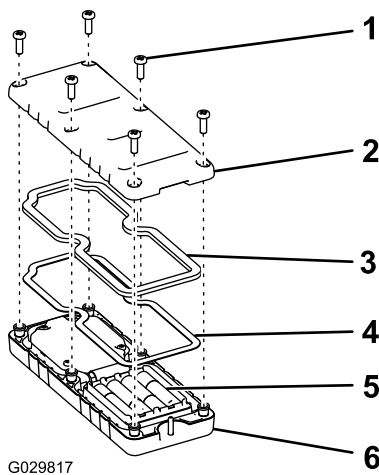

Рисунок 37
1. Отверните 6 винтов в задней части пульта дистанционного управления и демонтируйте крышку (Рисунок 37).
5. Установите крышку, закрепите ее с помощью 6 ранее снятых винтов (Рисунок 37) и затяните их с моментом 1,5-1,7 Н·м.